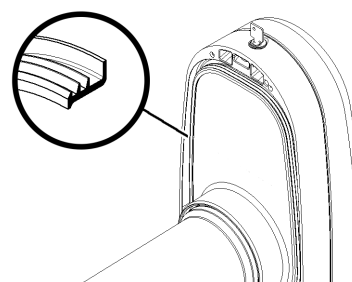

Bild 21
- 4 Die Dichtung des Behälters wieder in ihren Sitz einsetzen. BITTE BEACHTEN: der größere Durchmesser muss sich dabei an der hinteren Wand befinden (Bild 21).